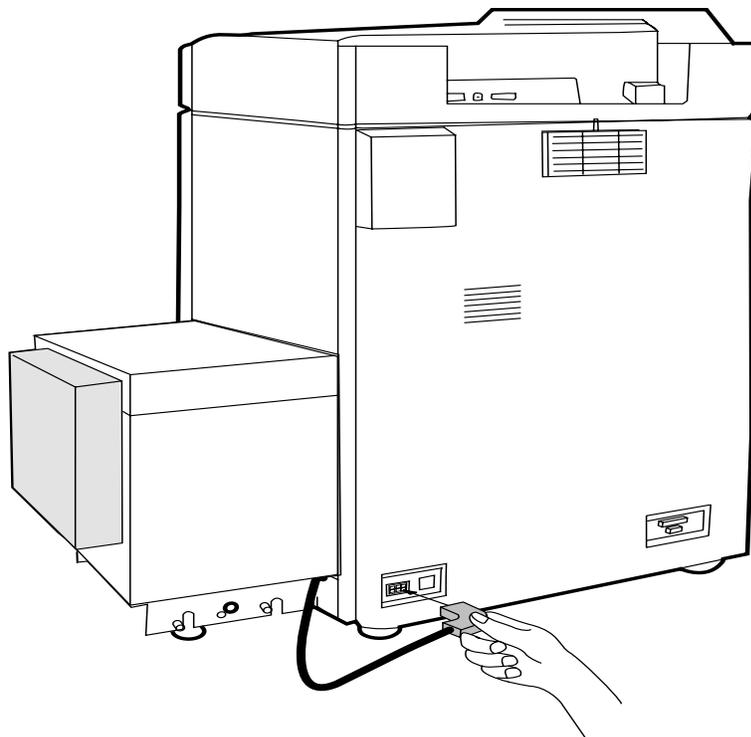

Abbildung 4-10 HLZ-Signalkabel anschließen
3. Stecken Sie das HLZ-Kabel in den Anschluß in der unteren linken Ecke der Rückwand des Druckers (siehe Abbildung 4-10).